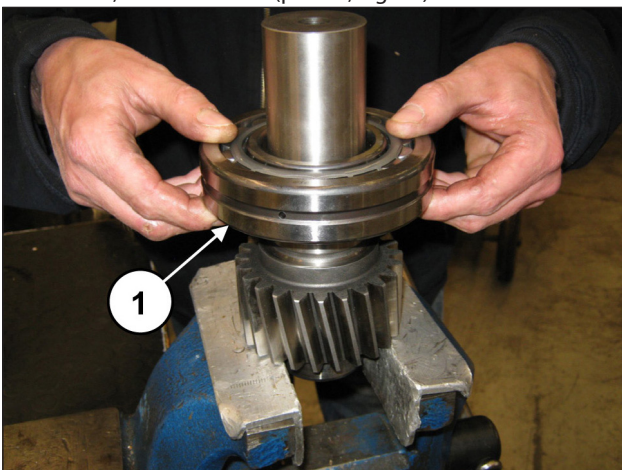
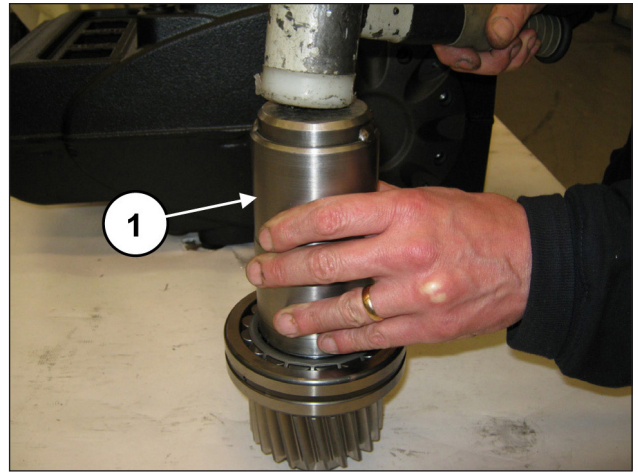

Fig. 81
Fig. 82
Do outro lado do pinhão, pré-monte o rolamento 55x120x29 (pos. ①, Fig. 81) posicionando-o até a passagem, usando a ferramenta, cód. 27604800 (pos. ①, Fig. 82).